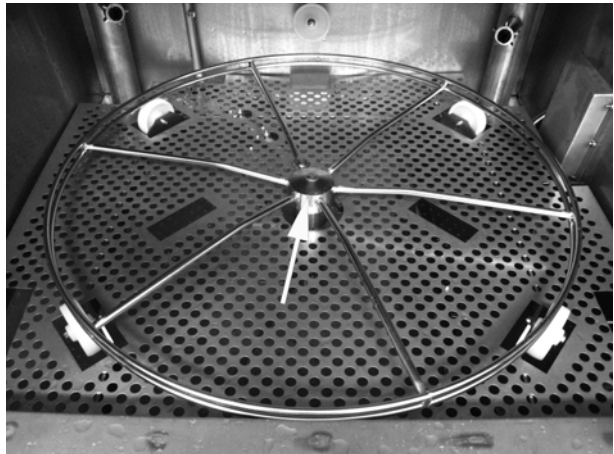

Abbildung 3: Korbrad
3. Das Korbrad einsetzen (Abbildung 3 Korbrad).